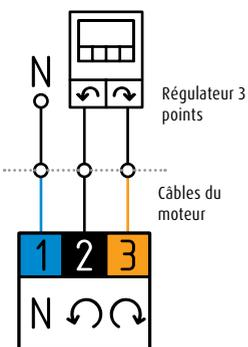

Fig. 10 : Schéma électrique
5. Raccordez le servomoteur au régulateur suivant le schéma électrique (fig. 10). Le câble d'alimentation du moteur peut être débranché. Cela simplifie le raccordement et le montage. Pour retirer le connecteur, il faut d'abord enlever la plaque de recouvrement en soulevant le clip vers le haut et en faisant glisser la plaque (fig. 11). Il est maintenant possible de retirer le connecteur (fig. 12). Le connecteur ne se raccorde que d'une seule façon dans la prise.
6. Raccordez le servomoteur au régulateur suivant le schéma électrique (fig. 10). Le câble d'alimentation du moteur peut être débranché. Cela simplifie le raccordement et le montage. Pour retirer le connecteur, il faut d'abord enlever la plaque de recouvrement en soulevant le clip vers le haut et en faisant glisser la plaque (fig. 11). Il est maintenant possible de retirer le connecteur (fig. 12). Le connecteur ne se raccorde que d'une seule façon dans la prise.